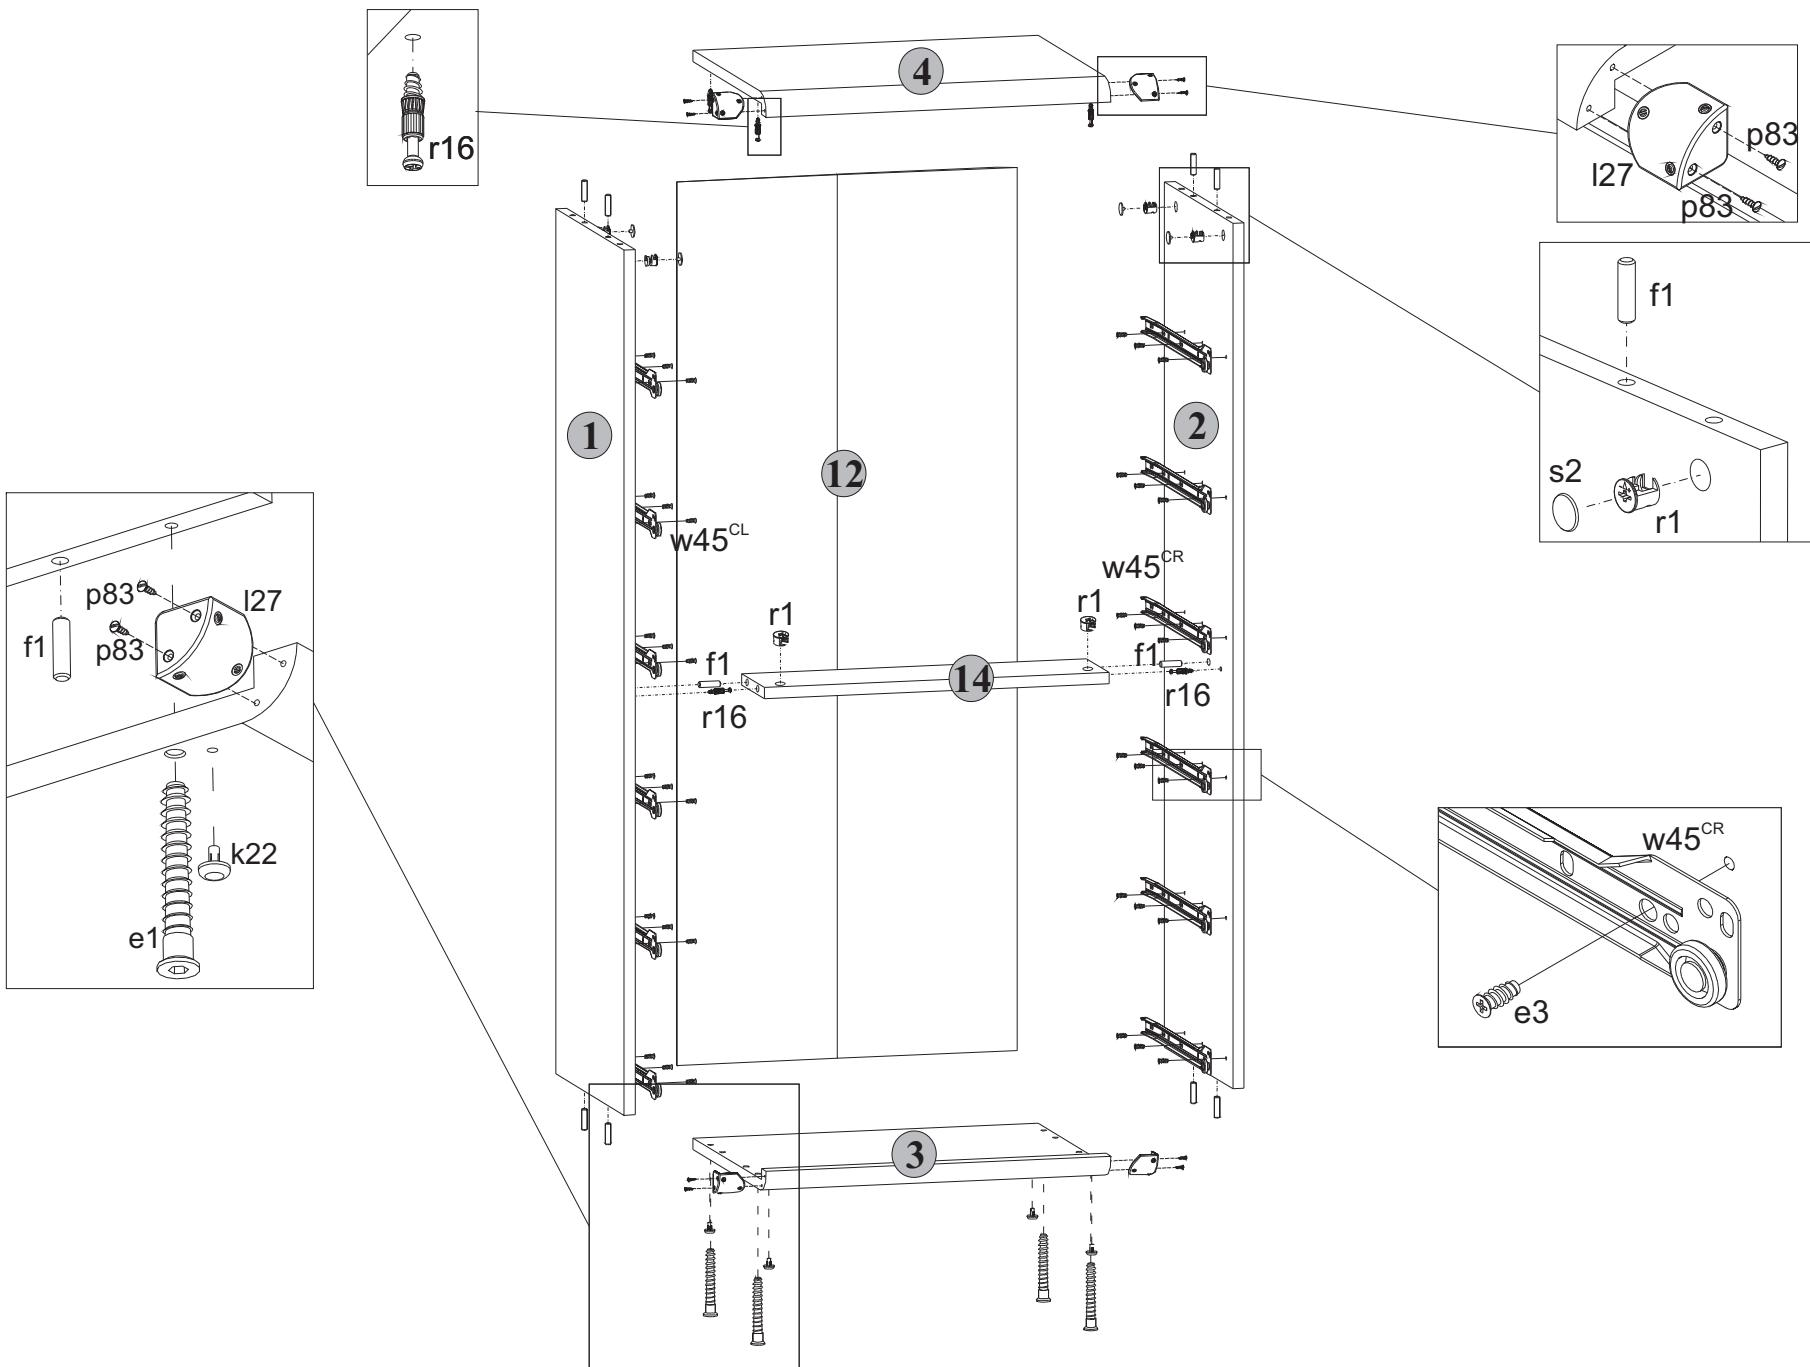

Рис. 2
5.4 На внутренних поверхностях стенок боковых **1**, **2** и цоколя **14** в отверстия диаметром **15 мм** вставить стяжки эксцентриковые **r1** (**см.рис. 2**).
5.5 В отверстия диаметром **5 мм** на нижней поверхности щита верхнего **4**, стенках боковых левой, правой **1** и **2** вкрутить винты стяжки **r16**, пользуясь крестообразной отверткой (**см.рис. 2**).
5.6 В отверстия диаметром **4,5 мм** на нижней поверхности щита нижнего **3** вставить опоры полимерные **k22** (под пятники) (**см.рис. 2**).
5.8 К стенкам боковым **1** и **2** присоединить щит нижний **3** и стянуть еврошурупами **e1**, пользуясь специальным ключом **z1** из комплекта фурнитуры (**см.рис. 2**).
5.2 В отверстия диаметром **8 мм** на верхних и нижних кромках стенок боковых **1** и **2**, а также в боковых кромках цоколя **14** вбить деревянные шканты **f1** (**см.рис. 2**).